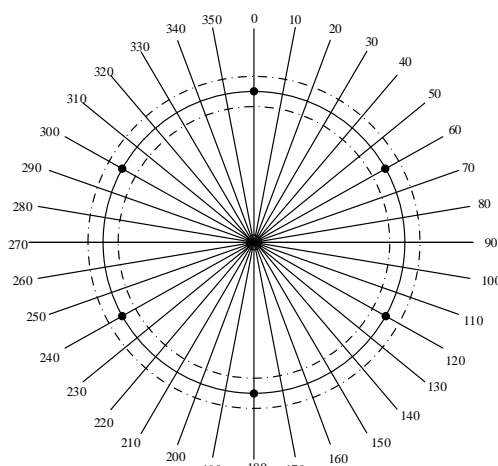

图 3 方向角度示意
3. 参赛队可以自行选定一方向为 0° ，以此为起始，顺时针依次为 90° 、 180° 、 270° 等，详见图 3，测试现场将提供此图。
7. 风力摆在圆周运动时的旋转方向不限；测试时考察在 6 个均匀分布点上激光轨迹是否落在圆环内，见图 3。